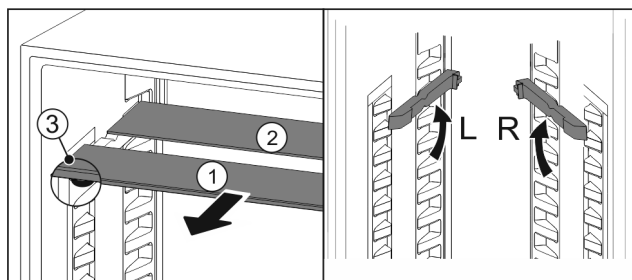

Fig. 145
- Vytiahnite sklené dosky jednotlivu dopredu Fig. 145 (1).
- Sklená doska Fig. 145 (1) s ozdobnou lištou leží vpredu.
- Zarážky Fig. 145 (3) ukazujú nadol.